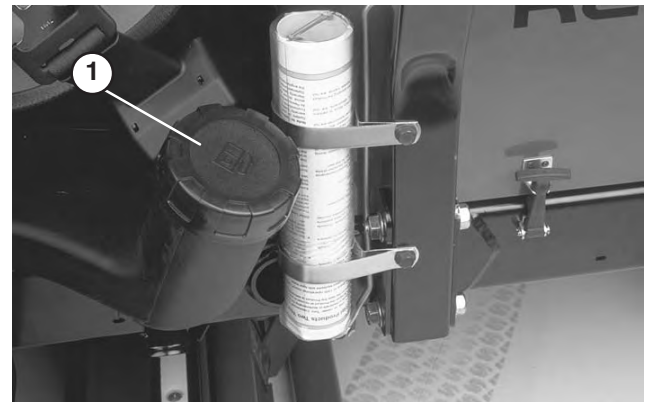

Bild 27
1. Reinigen Sie den Bereich um den Tankdeckel (Bild 27).